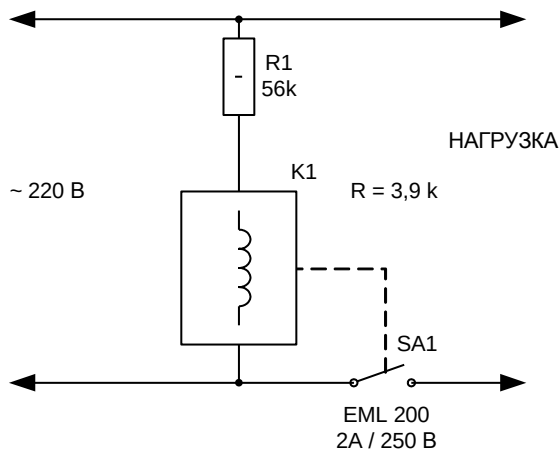

Рис. 4.9. Электрическая схема таймера
- ❑ Части устройства таковы, что в нем практически нечему ломаться (выходить из строя), что подтверждает электрическая схема прибора, представленная на рис. 4.9.
На фото в правом верхнем углу хорошо видна катушка K1, ограничительный резистор и система шестеренок. Одним из важных элементов конструкции является включатель (обозначенный на рис. 4.9, как SA1). Он представляет собой микропереключатель EML200 (очень похожий внешне на отечественный микропереключатель МП1, МП1-3 и аналогичный), способный коммутировать ток до 2 А и напряжение 250 В (эти данные вместе с маркировкой нанесены на корпус микропереключателя). Переключатель SA1 механически управляется рычагом из пластмассы, который хорошо виден на фото рис. 4.11.